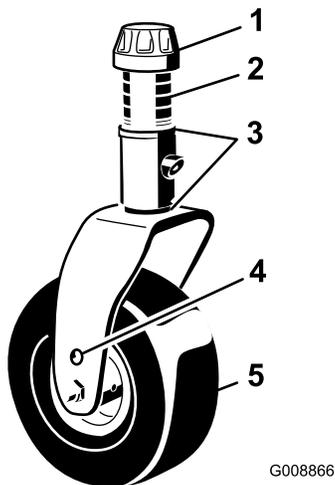
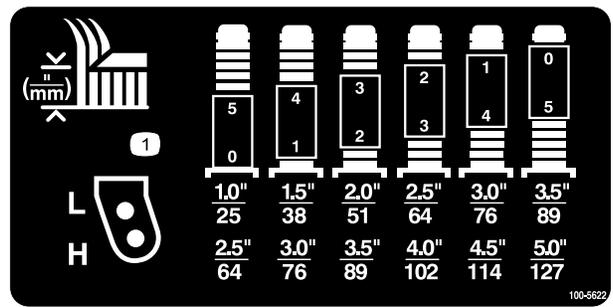

図 7
図 8
2. 左右のキャスト・フォークの同じ穴にキャスト・ホイールの軸をセットする。どの穴にセットするかは、図 7と図 8を参照のこと。
3. スピンドル・シャフトからテンショニング・キャップを取り（図 7）、キャスト・アームからスピンドルを抜き出す。シム（3 mm）を2枚スピンドルのシャフトに通す（当初の状態と同じに）。これらのシムは、デッキ全体の左右の水平調整に必要となる。希望する刈高に必要な枚数のスペーサ（13 mm 厚）をスピンドル・シャフトに通し、その上からワッシャを取り付ける。
スペーサの組み合わせ方法については、図 7と図 8を参照のこと。